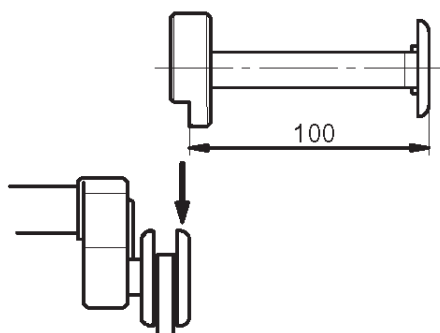

Figura 7
**B.** Monte la extensión del brazo SAPE (1, Figura 7) en el disco SAPE (2, Figura 7).